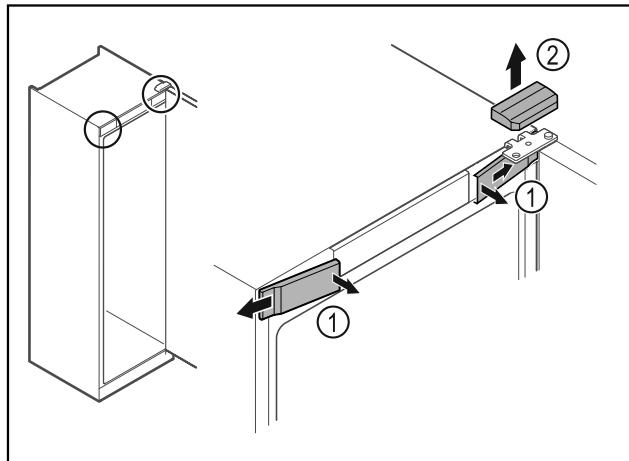

Fig. 8
- Nxirri nga foleja kapakët mbulues të përparmë Fig. 8 (1) në pjesën e brendshme dhe hiqni nga anash.
- Hiqni kapakun mbulues të sipërm Fig. 8 (2) duke e ngritur lart.